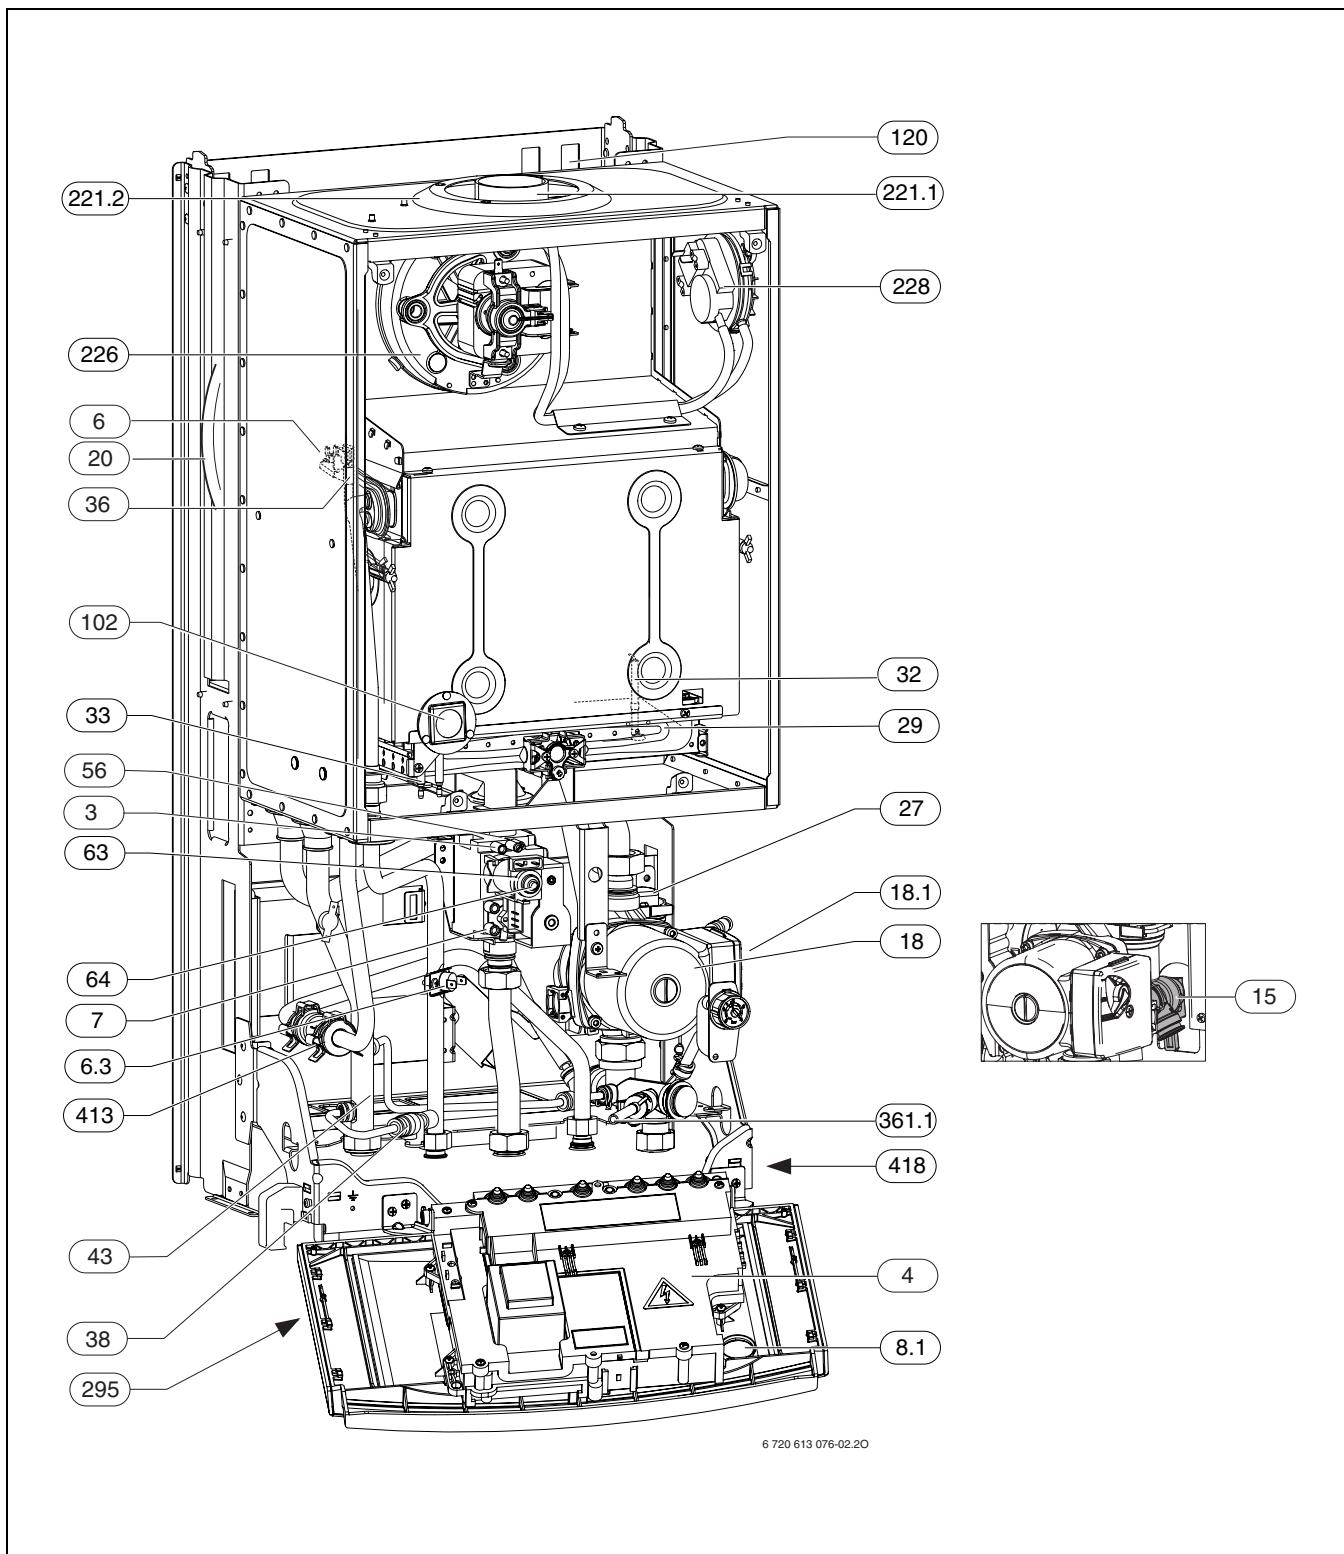

Рис. 3
Маркувальна таблиця (418) знаходитьться праворуч під траверсом (→ рис. 3).